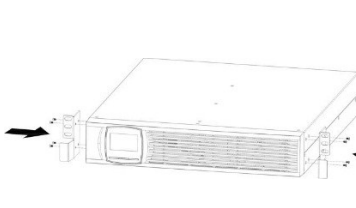

Abbildung 13: Befestigung der Montagewinkel
4. Montieren Sie zum Abschluss die Frontblende in umgekehrter Reihenfolge. Richten Sie die Montagewinkel (L = Links und R = Rechts) mit den Schraubenbohrungen auf jeder Seite der USV-Anlage aus und befestigen Sie diese mit den beigefügten M4 x 8 Senkkopfschrauben (s. Abbildung 13).